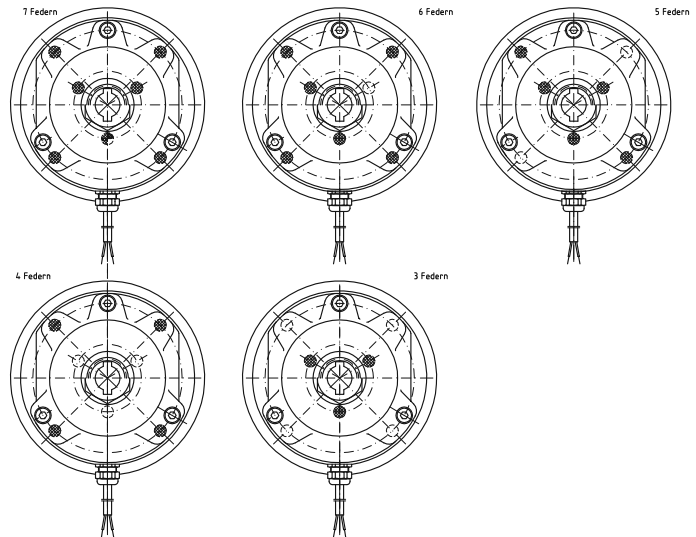

Figure 7.1 Disposition des ressorts – Freins à ressort ES(X)010A...ES(X)200A
Différents ressorts (Figure 7.1) peuvent être utilisés à l'intérieur de l'aimant (1) pour proposer différents couples de freinage (cf. caractéristiques techniques de freins).
- Déposez les ressorts (3).
- Insérez le nouveau jeu de ressorts, respectez la disposition indiquée sur la Figure 7.1 et 7.2.